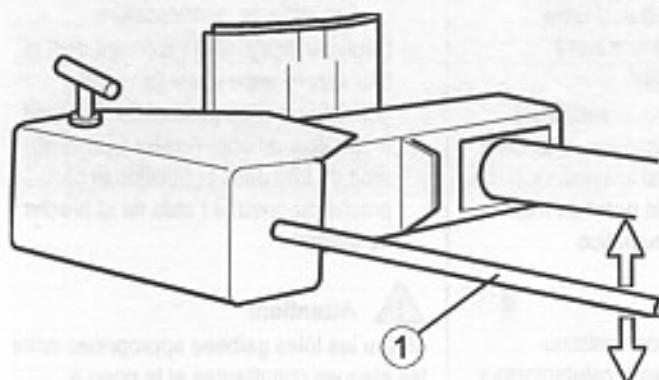

Bild 34 / Fig. 34
⇒ Insert the manoeuvring lever (fig.34, pos.1) in either of its seats on the front side of the right or left arm and tilt the upper part of the machine into the required position.
⇒ Insérer le levier de manœuvre (fig.34, pos.1) dans l'un des logements situés sur la face frontale de l'élément droit et de l'élément gauche du bâti; puis basculer la partie supérieure de l'appareil de manière à la mettre dans la position voulue.
⇒ Bedienungshebel (Bild 34, Pos. 1) in eine der Aufnahmen an den Stirnseiten des rechten oder linken Rahmenteiles stecken und Geräteoberteil in die gewünschte Position kippen.